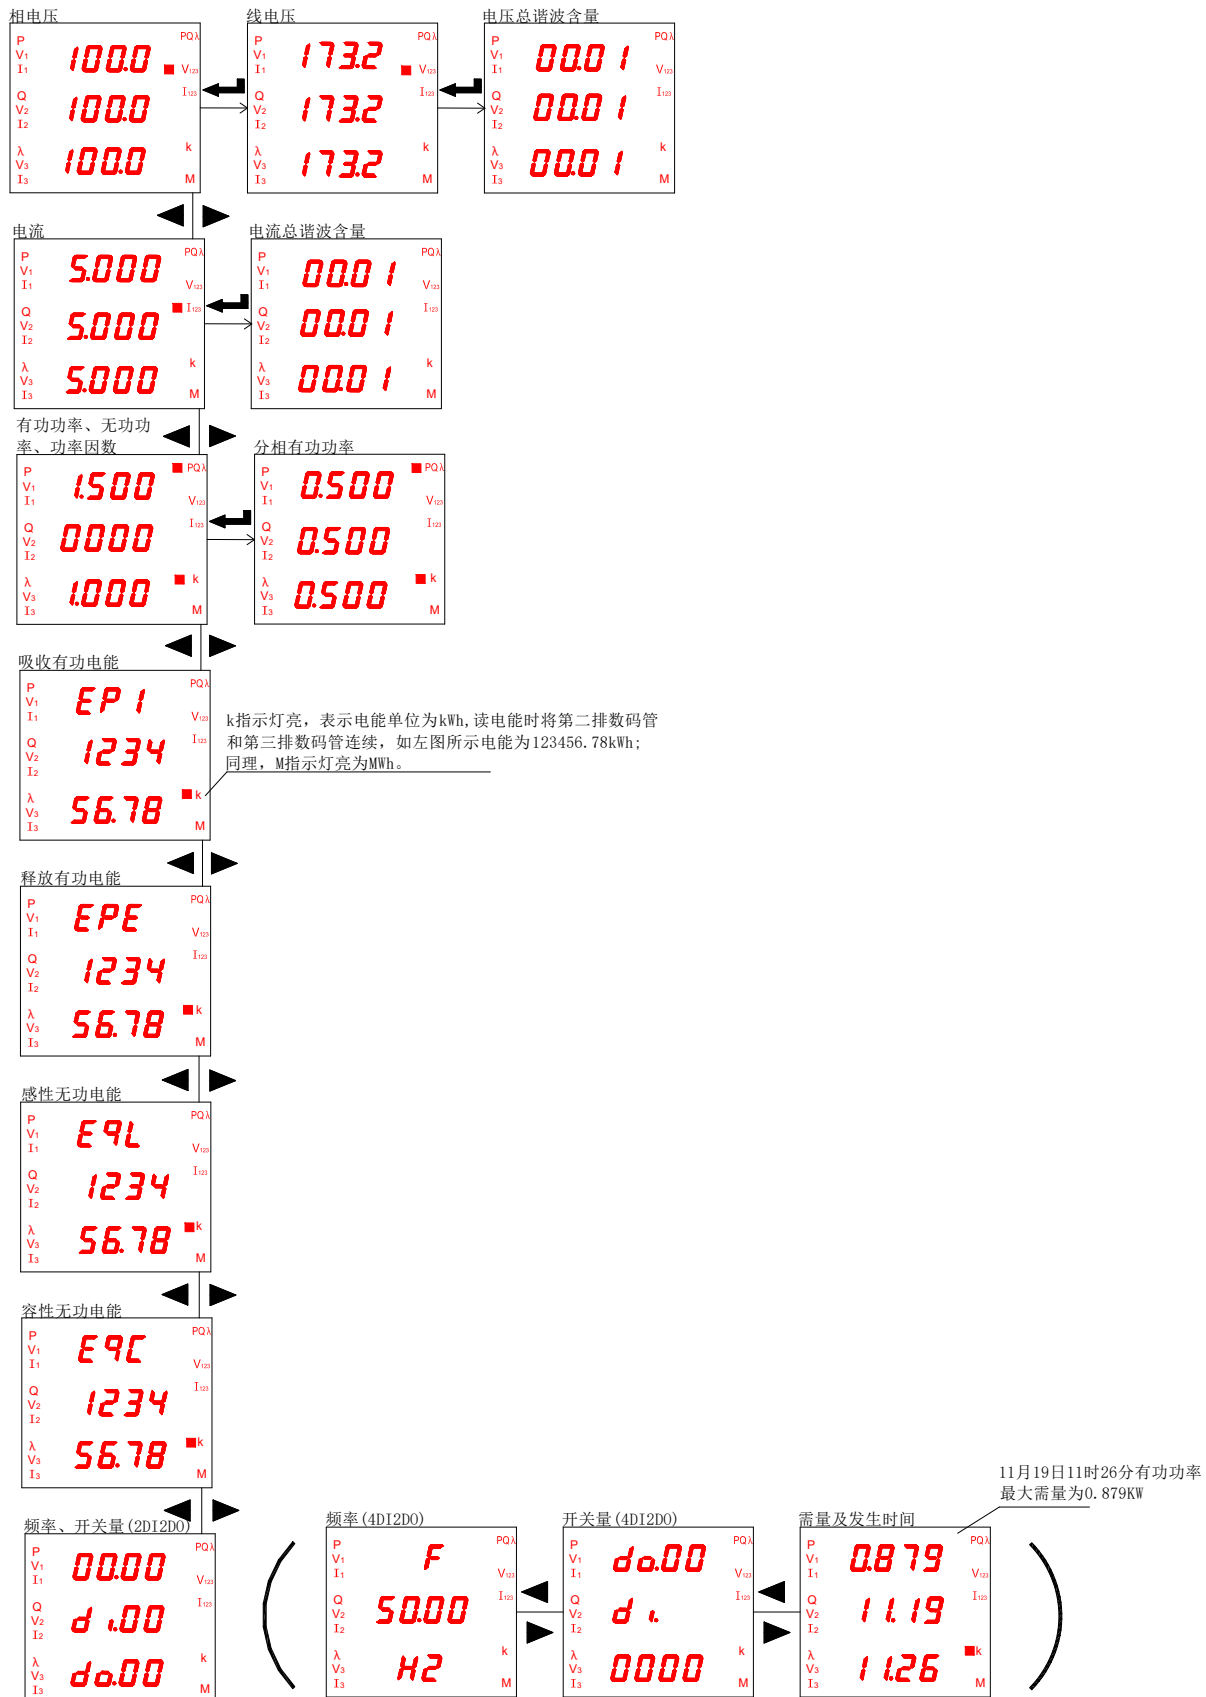

图 16
5.2.1 查看 PZ72/80/96 电流、电压、功率、电能和频率的操作步骤如图 16、17 所示。